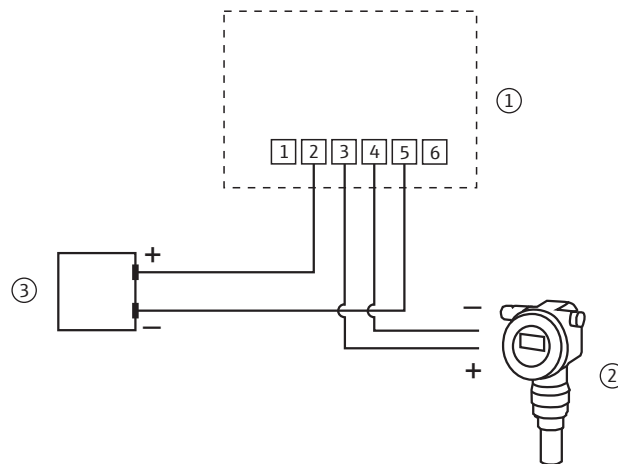
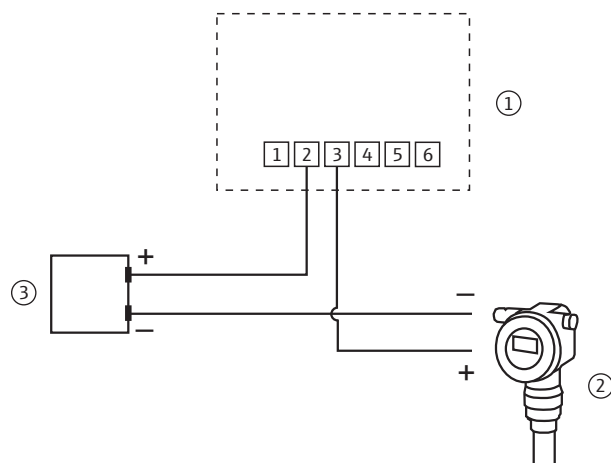

Abb. 5-7: WirelessHART-Adapter mit Batterieeinheit – Anschluss eines Feldgerätes in einem Regelkreis ohne Kommunikationswiderstand, mit zweiadrigen Kabel
Abb. 5-8: WirelessHART-Adapter mit Batterieeinheit – Anschluss eines Feldgerätes in einem Regelkreis ohne Kommunikationswiderstand, mit einem Signalkabel
- Die Anschlussvarianten, die in den Abbildungen Abb. 5-7 und Abb. 5-8 dargestellt sind, sind elektrisch identisch, da Anschlussklemme 4 intern mit Anschlussklemme 5 verbunden ist.